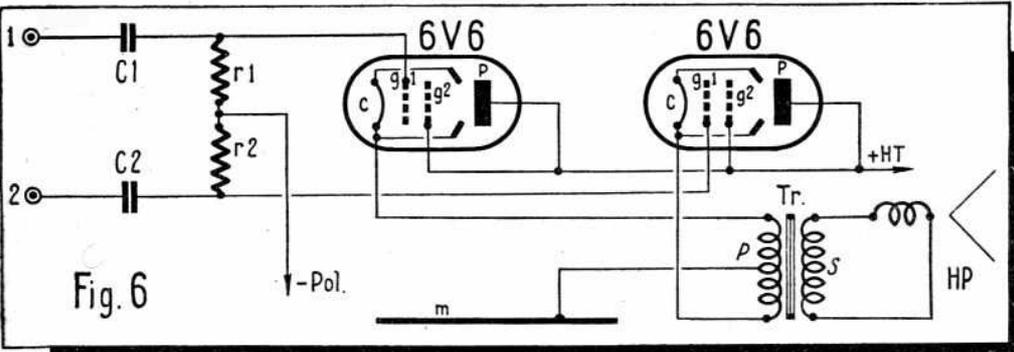
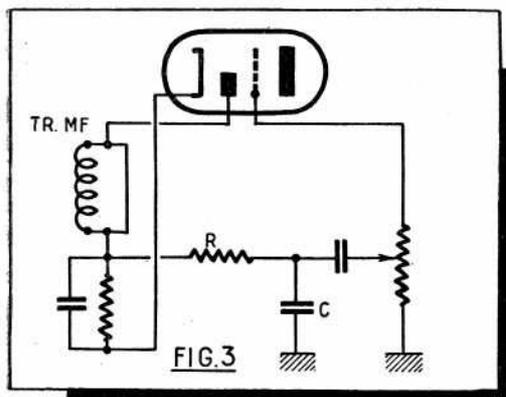

Fig. 6
FIG. 3
L'étage déphaseur est donné par la figure 3. Il doit être précédé, comme déjà vu, par un étage préamplificateur de tension.
La figure 6 montre le schéma à utiliser.
Les points d'entrée 1 et 2 de l'étage final — figure 6 — doivent être reliés entre les points 1 et 2 de la figure 3.
Le curseur du potentiomètre *Pot* donnant la polarisation — *pol* doit être relié au point — *pol* sur la figure 6.
- 2° L'étage déphaseur de la figure 3.
- 3° L'étage final de la figure 6.
Facultativement, on pourra ajouter un contrôle des graves et des aiguës en utilisant la disposition indiquée figure 6.
Pour éliminer la composante moyenne fréquence qui subsiste après détection, on utilise couramment un filtre constitué le plus souvent par une résistance de 50.000 Ω (R) et un condensateur de 100 à 200 cm C montés comme l'indique la figure 3. On peut obtenir une élimination beaucoup plus efficace en utilisant à la place de la résistance un circuit bouchon accordé sur la valeur de la moyenne fréquence. Pour constituer ce filtre on peut parfaitement utiliser un enroulement accordé d'un vieux transformateur MF. Ce circuit est branché comme l'indique la figure 4. Ce circuit pourra être monté nu dans le récepteur ; on pourra aussi le blinder. Le blindage utilisé sera celui du transformateur MF qu'on coupera à la moitié pour en réduire la hauteur. Pour la fixation, il suffira de river sur le boîtier ainsi formé les pattes de fixation filetées que possédait le boîtier d'origine.